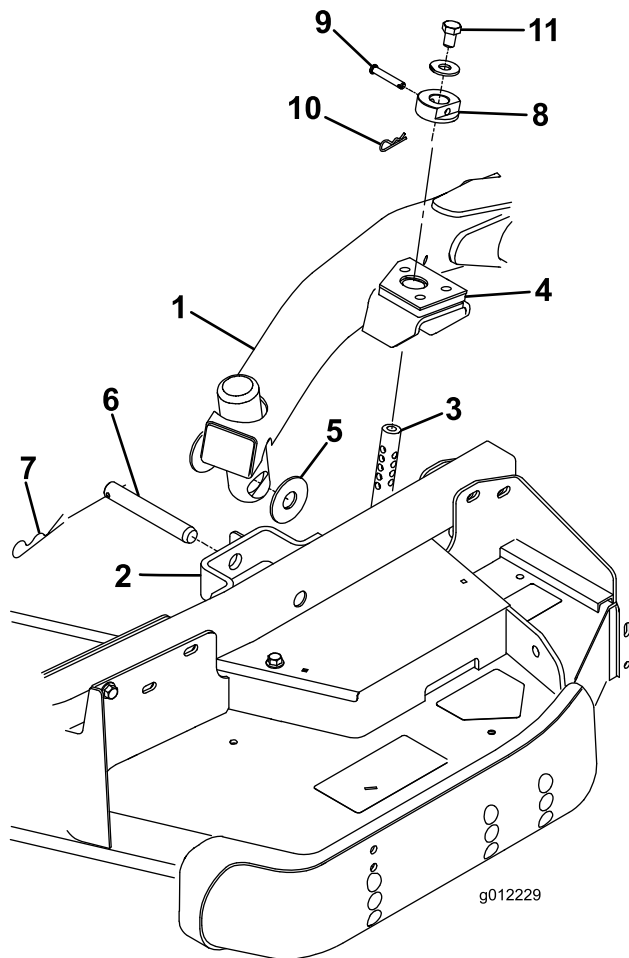

Figura 3
2. Portate la leva di sollevamento in posizione Float. Spingete verso il basso un braccio di sollevamento fino a quando i suoi fori non si trovano allineati ai fori della staffa del braccio della ruota orientabile e l'asta dell'altezza di taglio può essere inserita nei pattini del braccio di sollevamento (Figura 3).
3. Fissate il braccio di sollevamento al braccio della ruota orientabile con (2) rondelle di spinta, un perno con testa e una coppiglia. Posizionate le rondelle di spinta tra il braccio di sollevamento e la staffa del braccio della ruota orientabile (Figura 3). Inserite l'estremità della coppiglia nell'apposito intaglio di ritengo presente sulla linguetta del braccio della ruota orientabile.
7. Montate i collari dell'altezza di taglio sulle aste dell'altezza di taglio e fissateli con dei perni con testa e delle coppiglie (Figura 3). La testa del perno deve
- Montate un bullone da 1/2 x 3/4 pollici e una rondella sulla sommità di ogni asta dell'altezza di taglio (Figura 3).